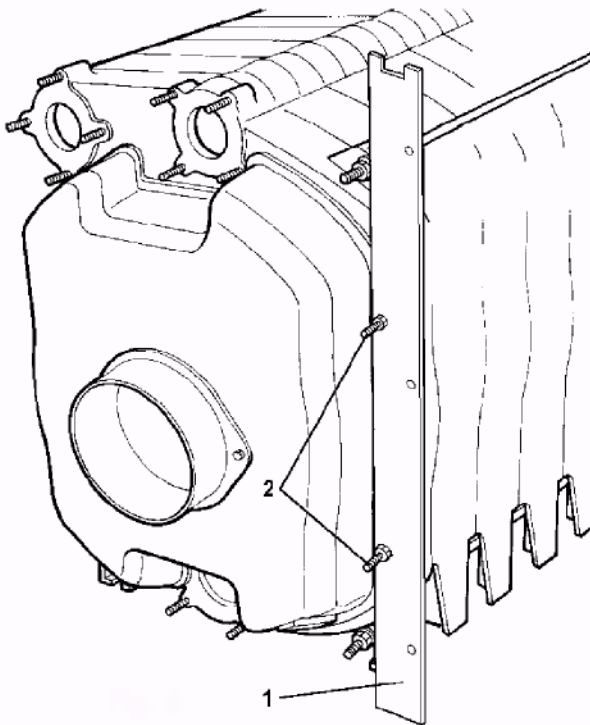

Рис. 6
4. Прикрепите заднюю панель 1 на болтики 2 и плотно прижмите. Рис. 6